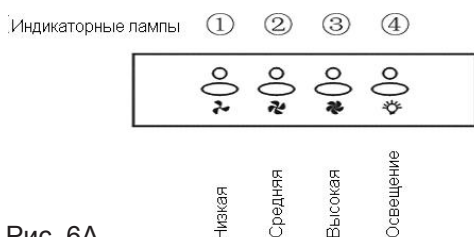

Рис. 6А
- Нажмите кнопку «Низкая», загорится индикатор 1 и мотор начнет работать на малой скорости. Чтобы остановить его, нажмите эту же кнопку еще раз (рис. 6А).